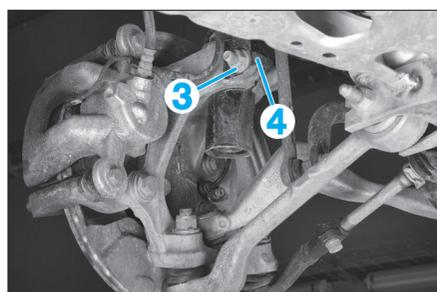

Fig. 34
- Déposer l'écrou (3), retirer le support (4) et extraire le vis (Fig.34).